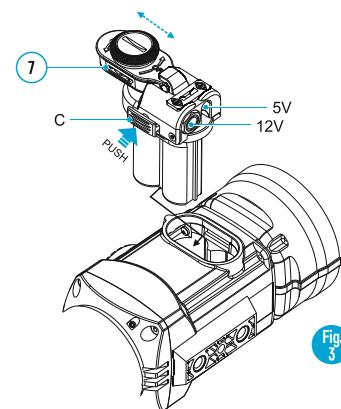

Fig. 3
- Installez l'adaptateur d'alimentation externe dans le compartiment à piles du monoculaire (voir Fig. 3) appuyez fermement dessus pour vous assurer de que les locquets de l'adaptateur (C) soit encliquetés des deux côtés.
- Fixez le couvercle (7) sur l'adaptateur (voir Fig. 3).
- Allumez l'appareil avec une pression courte sur le bouton «ON/OFF» (9).